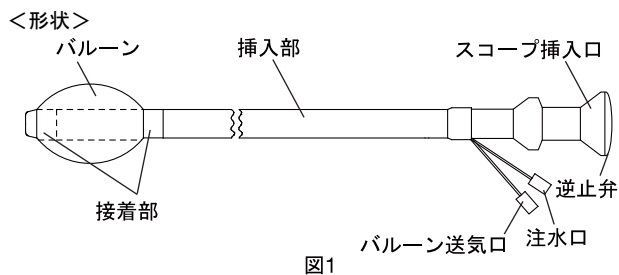
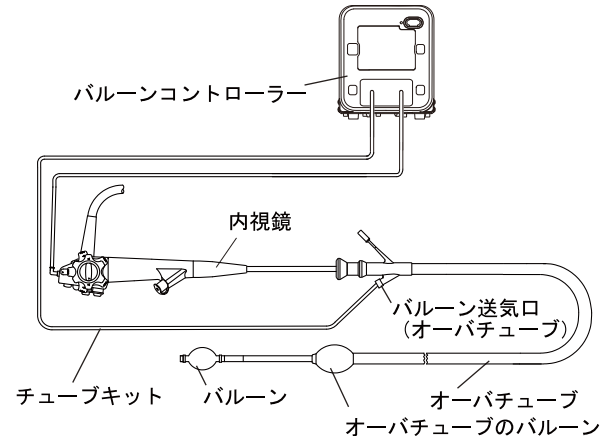

図1
図2
** 本製品(図1)は、「ダブルバルーン内視鏡システム」の付属品である。「ダブルバルーン内視鏡システム」は、本製品、内視鏡、バルーン、バルーンコントローラーおよびチューブキットで構成され(表1、表2)、これらを接続して使用する。図2は接続時の状態である。